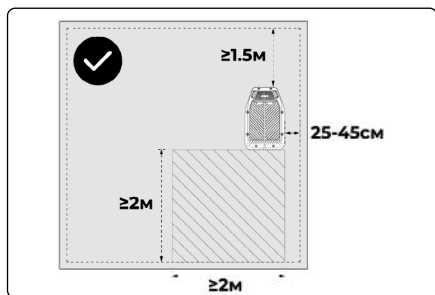

Рис. 12
1. Зарядную станцию можно разместить внутри площади газона. Зарядная станция должна находиться на расстоянии 25-45 см от границы газона, при этом на расстоянии 2 м от задней части зарядной станции в пределах газона не должно быть препятствий. Расстояние от передней части зарядной станции до границы участка должно составлять не менее 1,5 м. (Рис. 12)